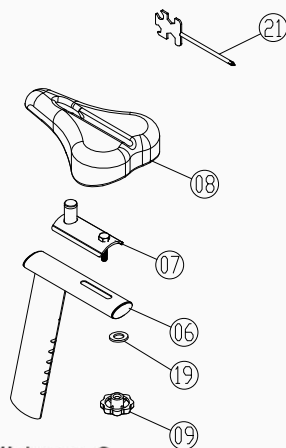

Abbildung 6
6. Setzen Sie die hintere Sattelverstellrohr-Baugruppe (Teil 06), die Sattelgleitrohr-Baugruppe (Teil 07) und den Sattelkissen (Teil 08) zusammen, einschließlich der Unterlegscheiben (Teil 19), und sichern Sie alle Komponenten mit dem sternförmigen Hohlknopf (Teil 09). Der Sattel kann nach vorne und hinten verstellt werden; siehe Abbildung 6.